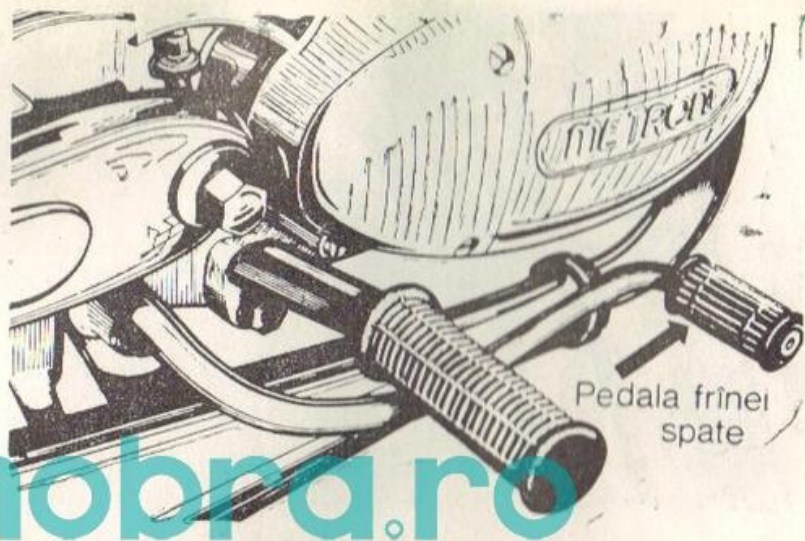

Fig. 9.
2. Acționați ambele frîne progresiv și veți putea opri motoreta fără pericol de derapare; pe drumuri alunecoase sau cu suprafață acoperită cu materiale granuloase, utilizați atent numai frîna spate (fig. 9).